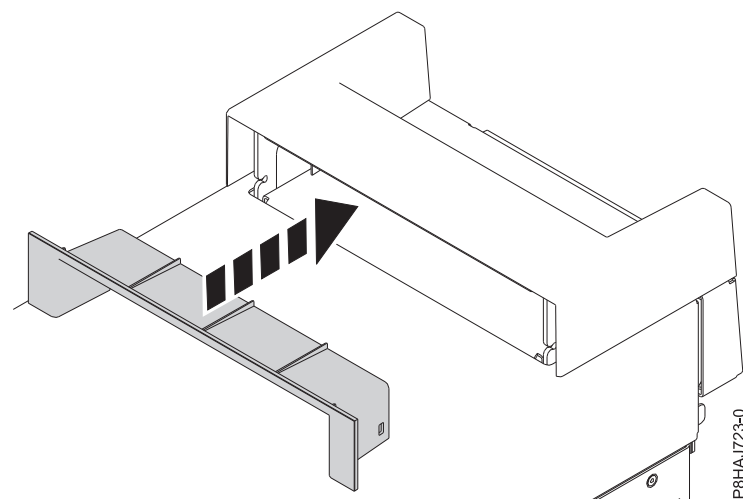

Figure 37. Insertion de la pièce plastique dans la poignée sur un système autonome 8286-41A
2. Insérez la pièce plastique (garniture intérieure) dans la poignée en la poussant fermement comme illustré figure 37.